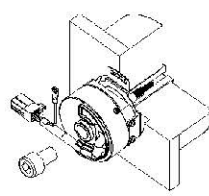

图 C-7
3. 将 M5x50 的紧固螺钉逆时针退出 2~3 圈，将 M6x20 的螺钉顺时针旋入锥轴的中心孔，顶 M5 螺钉直至锥轴与锥孔脱离，见图 C-7；